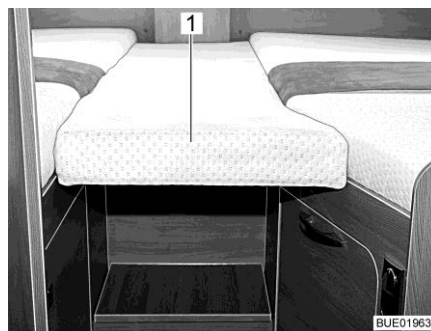
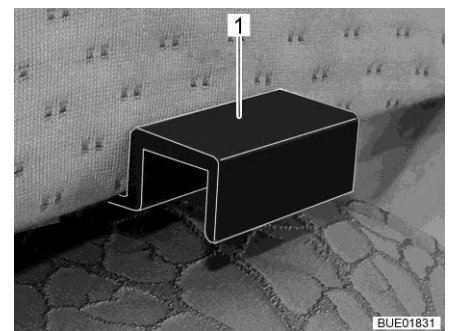

Bild 172 Extra dyna
Bild 173 Fäste extra dynor
- Häng extra dynan (Bild 172,1) med fästena (Bild 173,1) så att det blir en stängd sängyta i enkelsängarnas öppning.